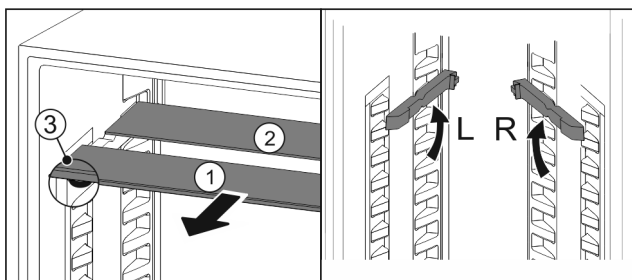

Fig. 105
- ▶ Vytiahnite sklené dosky jednotlivo dopredu Fig. 105 (1).
- ▷ Sklená doska Fig. 105 (1) s ozdobnou lištou leží vpredu.
- ▷ Zarážky Fig. 105 (3) ukazujú nadol.